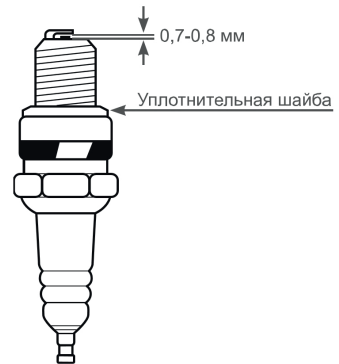

Рисунок 17. Обслуживание свечи зажигания
4. Измерьте зазор между электродами свечи зажигания специальным щупом. Зазор должен быть 0.7-0.8 мм (Рис. 17). При увеличении, или уменьшении требуемого зазора, рекомендуется заменить свечу, так как регулировка зазора может привести к изменению качества искрообразования.